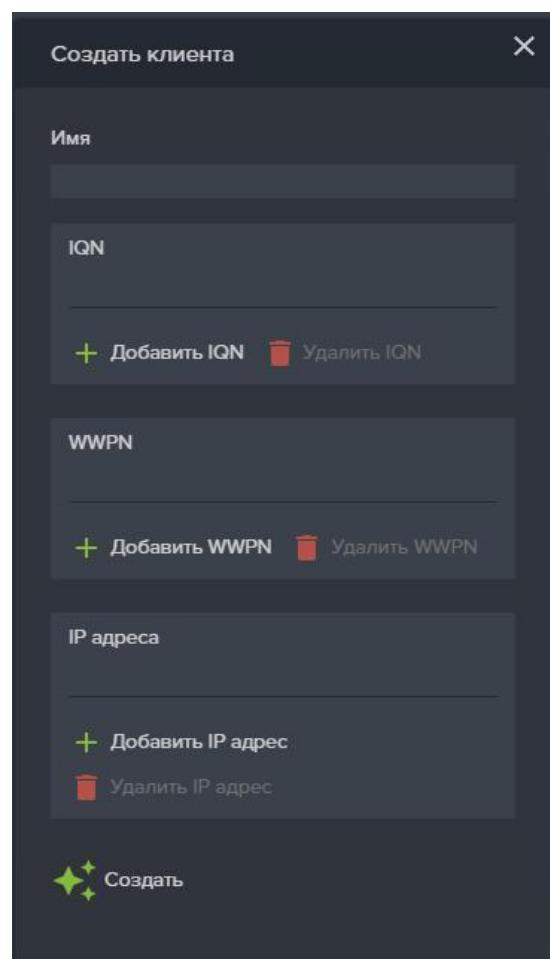

Рисунок 81. Создать нового FC клиента
4. Нажмите на кнопку «Создать нового клиента», откроется окно: Создание клиента (см. Рисунок 81).